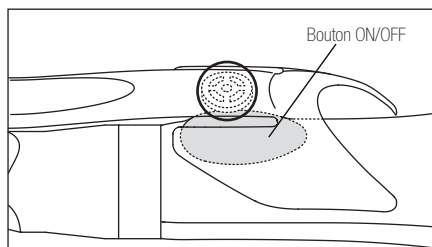

Fig. 7
- 2) Ajustez l'endroit de montage pour que la portion convexe sous l'interrupteur (cf. cercle dans la Fig. 7) entre en contact avec la protubérance du bouton ON/OFF.